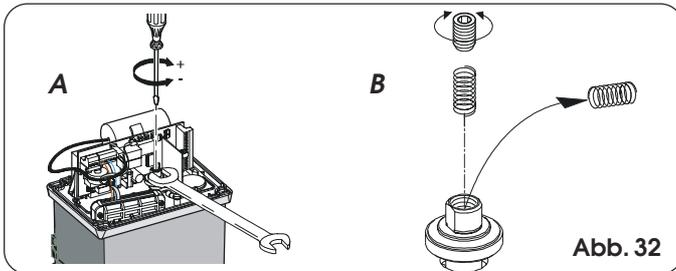

Abb. 32
- 2) Die Motorwelle mit einem Schraubenschlüssel fixieren und die Einstellung mit Hilfe der Einstellschraube der Kupplung mit einem Innensechskantschlüssel oder einem Schraubendreher gemäß Abb. 32 Bez. A vornehmen.
- **Der Antrieb wird in der Standardausführung mit der Einstellfeder der Kupplung für Tore bis 1000 kg geliefert. Für Tore mit höherem Gewicht ist die andere mitgelieferte Feder zu verwenden. Zum Auswechseln der Feder sind die in Abb. 32 Bez. B enthaltenen Anweisungen zu befolgen.**